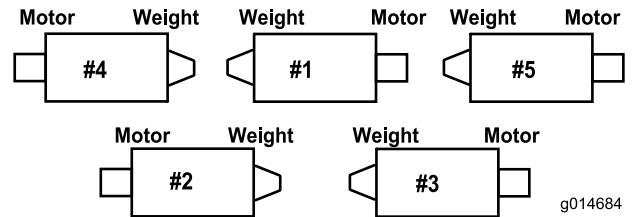
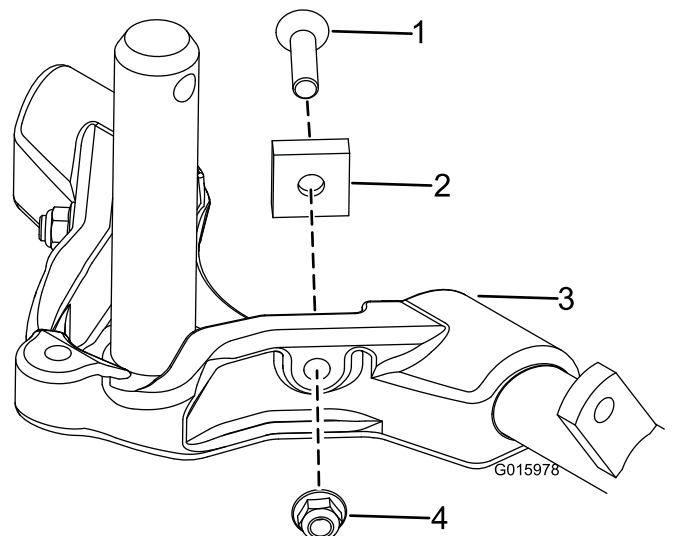

図 11
図 13
- 6. 27 インチのカuttingユニットでは、後ろのカuttingユニット (2番と3番) のキャリアフレームから、ピボットスペーサ、六角ソケットねじ、およびフランジロックナット (各2) (図 13) を取り外すことにより、これらのカuttingユニットの首振り追従性能を向上させることができます (図 11)。